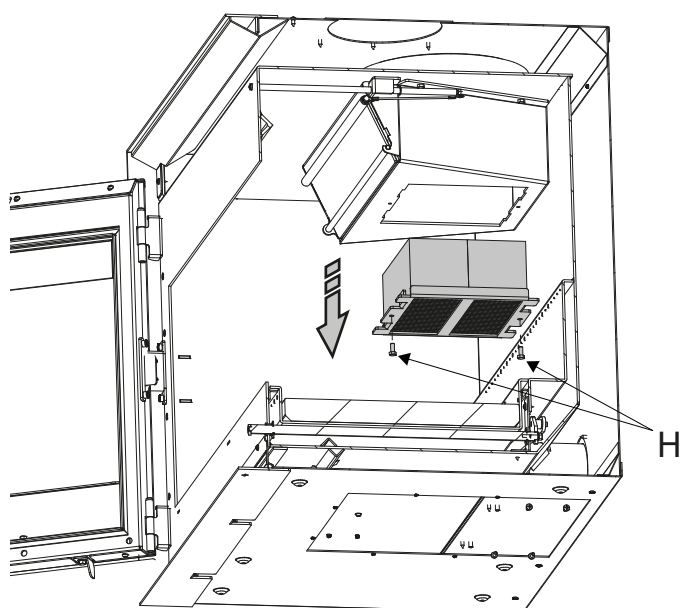

Fig. 9.2.3
- Desenroscar los tornillos de fijación H; retirar el soporte y el catalizador (Fig. 9.2.3)